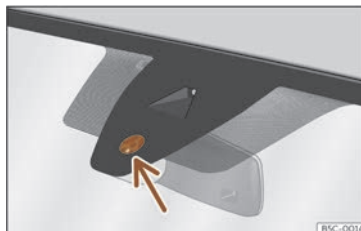

Fig. 103 Superfície sensible del sensor de pluja.
» » » fig. 103 del sensor de pluja són, entre d'altres:
- Netegeu regularment la superfície sensible del sensor de pluja»» fig. 103 (fletxa) i comproveu possibles danys en les escombreteres.